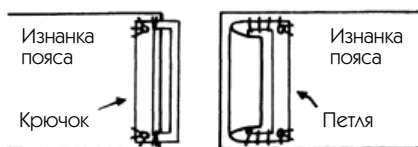

Рис. 285
На рис. 285 изображен крупный крючок, который прекрасно подходит для поясов юбок или брюк.
### НА КРАЯХ, СОЕДИНЕННЫХ ВСТЫК (РИС. 285 И 286)
1. Вначале пришейте металлическую петлю с изнанки с левой стороны пояса (изображенной слева на рис. 285 и 286 А), позволив ей чуть выступать за край, чтобы можно было продеть в нее крючок.
— Теперь пришейте крючок, удерживая его в правильном месте. Если у вашего пояса имеется прокладка, то при прикреплении крючка не всегда нужно захватывать иглой лицевую сторону, но необходимо также пришивать его почти у самого края (см. рис. 285 и 286 А).
Крючок тот же, что изображен на рис. 285. В данном случае снова потребуется крючок почти такой же ширины, как пояс, но его петля должна быть насколько возможно узкой.